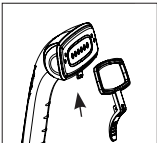

Figura 16
- El utensilio para pliegues calza en la boquilla de vapor, alineando la ranura del utensilio con la pestaña de la boquilla (Figura 16).